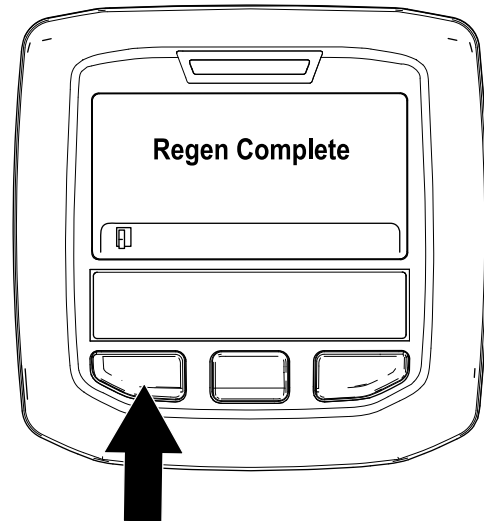

Bild 58
- Die geparkte Regenerierung ist abgeschlossen, wenn die Meldung „Regen. Complete“ im InfoCenter angezeigt wird. Drücken Sie die linke Taste, um den Homebildschirm anzuzeigen (Bild 58).